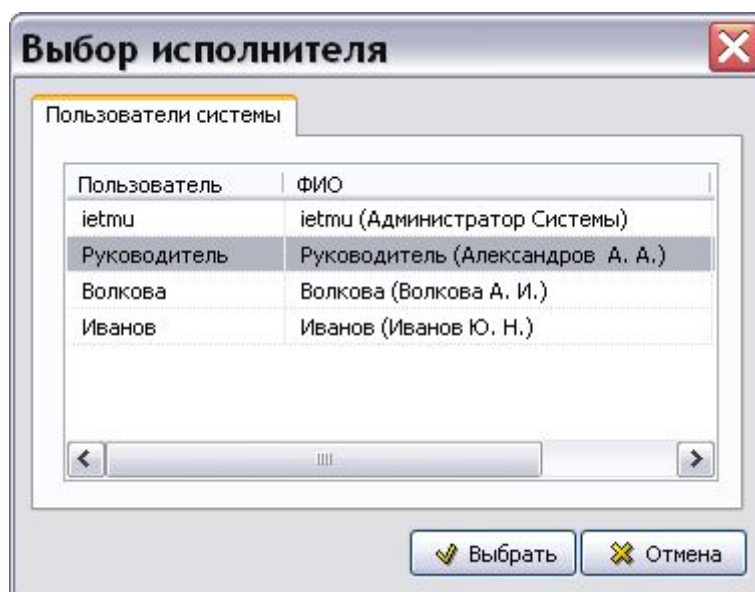

Рис. 9.5
- В поле **Ответственный** выберите пользователя, ответственного за извещение об изменении, из выпадающего списка. Для этого нажмите на кнопку , в окне **Выбор исполнителя** укажите пользователя (Рис. 9.5) и нажмите на кнопку **Выбрать**.